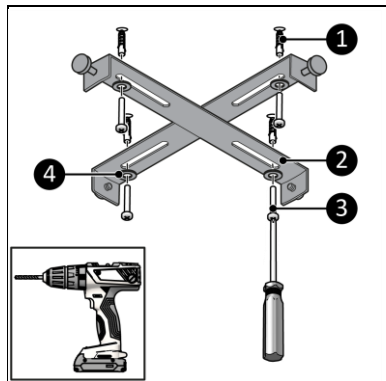

Figure 9
7. Insérez les chevilles dans les quatre trous (Figure 9, pos. 1).
8. Utilisez les vis Philips (Figure 9, pos. 3) et les rondelles (Figure 9, pos. 4) pour attacher le support de suspension (Figure 9, pos. 2) au plafond.